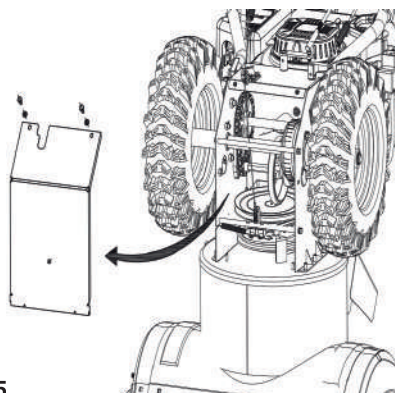

Рис. 25
2. Осторожно поверните снегоуборщик вверх и вперед так, чтобы он опирался на корпус шнека. Снимите крышку рамы с нижней стороны снегоуборщика, открутив четыре самореза, которыми она крепится. См. рисунок 25.